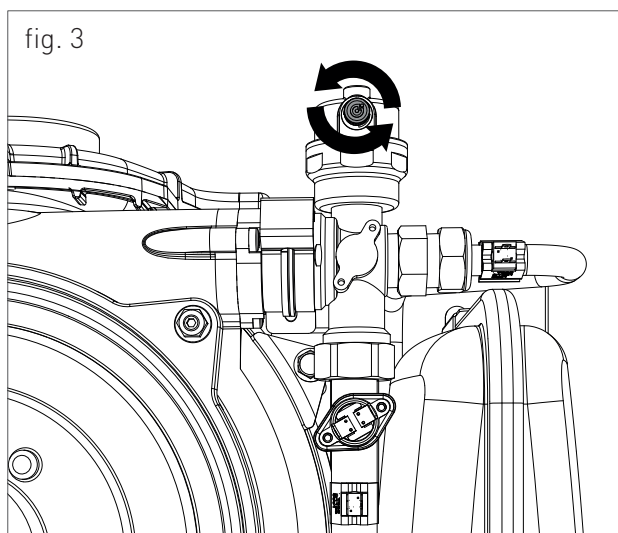

fig. 3
2. allentare leggermente il tappo della valvola jolly posizionata in alto al blocco a condensazione (fig. 3) per permettere all'aria di fuoriuscire dal punto più alto dell'impianto;
7. aprire le valvole di sfogo aria dei radiatori e controllare il processo di eliminazione di aria. **ALLA FUORIUSCITA DI ACQUA CHIUDERE LE VALVOLE DI SFOGO ARIA DEI RADIATORI E LA VALVOLA JOLLY POSIZIONATA IN ALTO AL BLOCCO A CONDENSAZIONE (FIG. 3).**